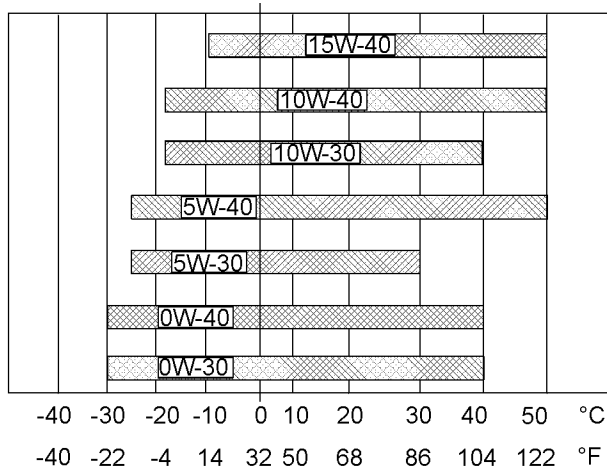

図 62
冷めたエンジンを始動するのに必要なオイルの粘度を判断するには、図62 (最低温度) を参照してください。
想定される最高外気温でエンジンを運転する際のオイル粘度を選定するには、図62 (最高温度) を参照してください。
- 適切な“推奨油粘度”を参照してください。図62を参照して、各エンジンに適した粘度等級を確認してください。